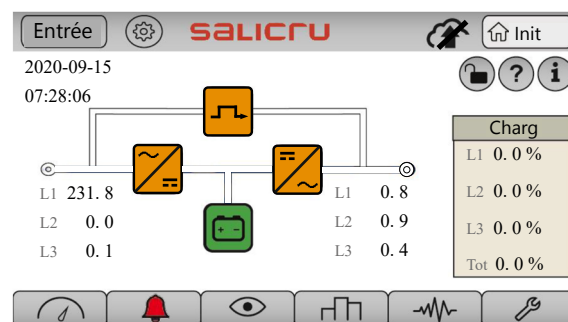

Fig. 65. Écran principal avec arrêt d'urgence EPO activé. Aucun flux d'énergie n'est représenté, il n'y a pas de tension de sortie.
- f. Les charges ne sont pas encore alimentées, mais l'ASI est déjà sur mode en attente ou initial (en «stand-by»), sans alarmes critiques. Vérifiez que l'alarme «Arrêt d'urgence» disparaît et que l'état de l'UPS est «ASI ON / En attente». Le synoptique de l'équipement correspond toujours à celui de la Fig. 65 (équipement à l'arrêt, aucun flux d'énergie actif).